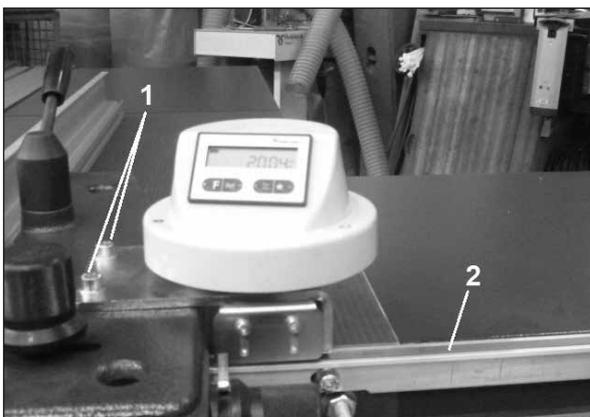

Abb.25
Magnetband-Halteprofil (2) am Säge Tisch aufschrauben auf 1 mm unter Tischoberkante (Abb.25)